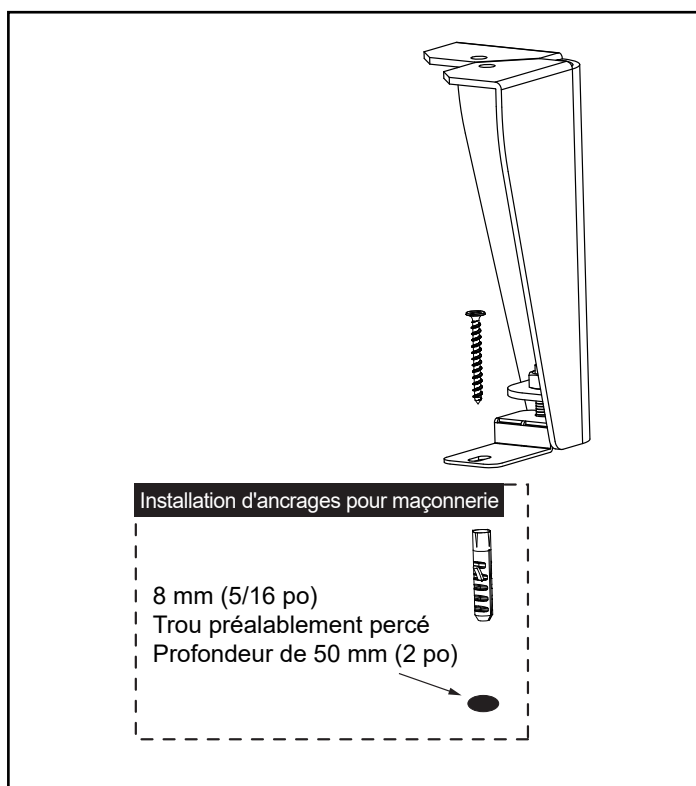

Figure 4.5 - Fixation du support anti-basculement
- Tenez compte de l'emplacement du support anti-basculement. Voir la figure 4.5.
- **Pour une installation sur un sol en céramique ou en maçonnerie**, utilisez un foret de 8 mm ou 5/16 po adapté au matériau afin de percer un trou de 50 mm (2 po) de profondeur. Insérez la cheville en plastique 8 x 40 mm fournie dans le trou pour fixer le support anti-basculement. Voir la figure 4.5.